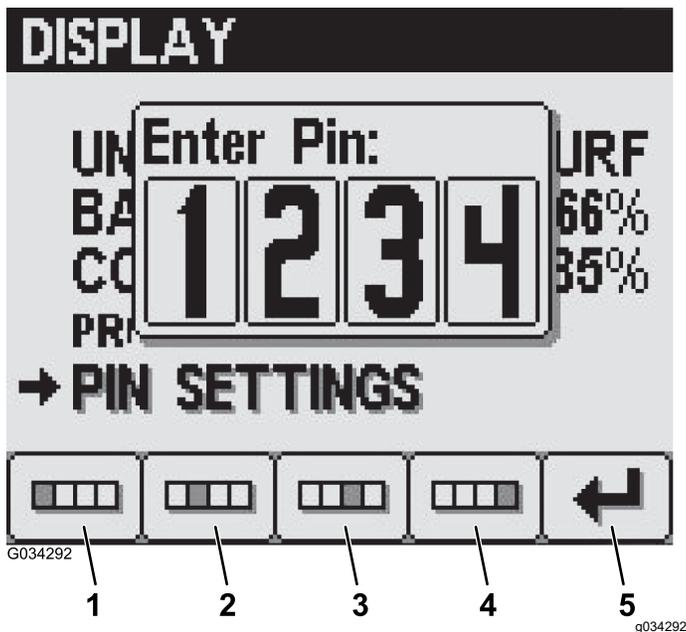

Figure 24
3. Appuyez sur les boutons 1 à 4 pour entrer votre code PIN. Appuyez sur le bouton 5 quand vous avez terminé (Figure 24).
- Appuyez sur les boutons 1 à 4 pour entrer votre code PIN. Appuyez sur le bouton 5 quand vous avez terminé (Figure 24).
- Dans l'écran de saisie de l'ancien code PIN, appuyez sur les boutons 1 à 4 pour saisir votre ancien code PIN, puis appuyez sur le bouton 5 quand vous avez terminé (Figure 24).